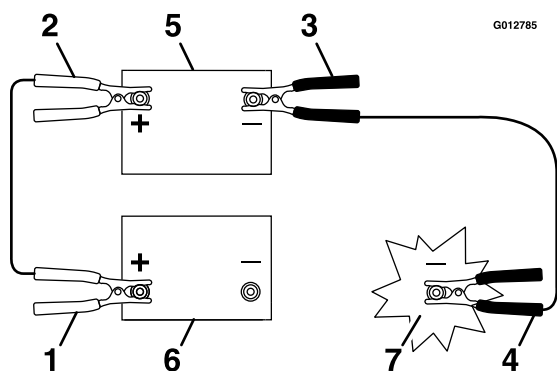

Figura 49
3. Collegate il cavo positivo (+) al morsetto positivo (+) della batteria scarica collegata allo starter o al solenoide come illustrato in Figura 49.